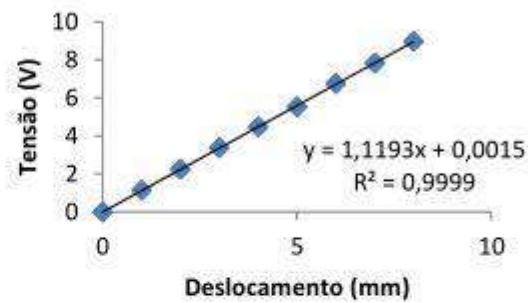

Figura 2
5. Um transdutor potenciométrico foi caracterizado, usando-se como padrão de referência um sistema de medição de deslocamento baseado num LVDT, com capacidade de medir com uma resolução de $5\mu\text{m}$. Os resultados obtidos encontram-se representados na figura 2.